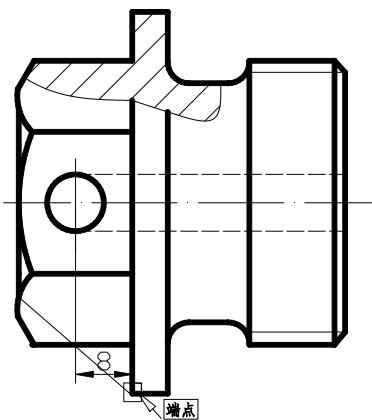
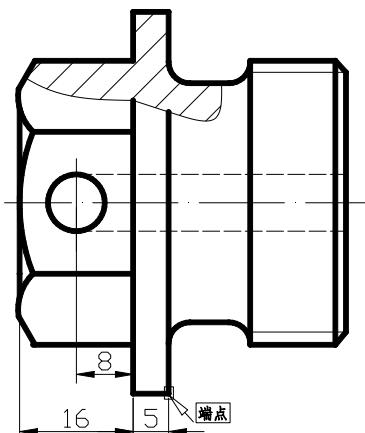

图 7-28 拾取第二个线性标注尺寸线原点
图 7-29 标注连续标注
单击【线性标注】按钮 $\text{L}$ ，拾取如图 7-28 所示的两个点为尺寸界线原点，移动尺寸线至合适位置，单击鼠标，完成的标注果如图 7-29 所示。
指定第二条尺寸界线原点或[放弃 (U) /选择(S)]〈选择〉: //捕捉如图 7-29 所示点
标注文字=5 //标注完成, 效果如图 7-29 所示